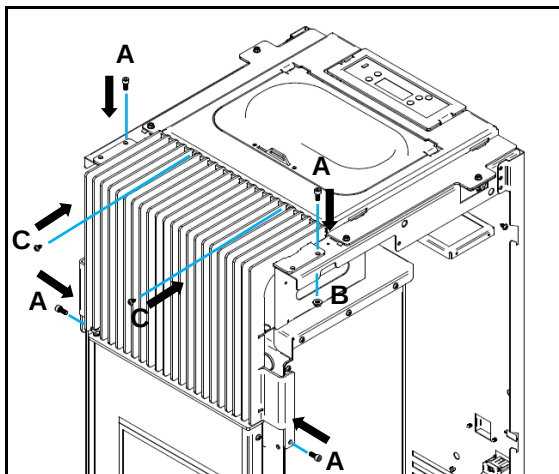

Figura 35 - Apriete de la rejilla frontal
c) En la rejilla superior fija con dos tornillos **C** (DIN 7981 4,2x9,5) previamente colocados directamente en la parte superior, luego se fija con dos tornillos (M5x12 DIN 912) utilizando tuercas y **B** (M5 DIN tuercas 6923) finalmente en la parte inferior fija con dos tornillos **A** (DIN 912 M5x12) directamente en la máquina, como se muestra en la Figura 35.